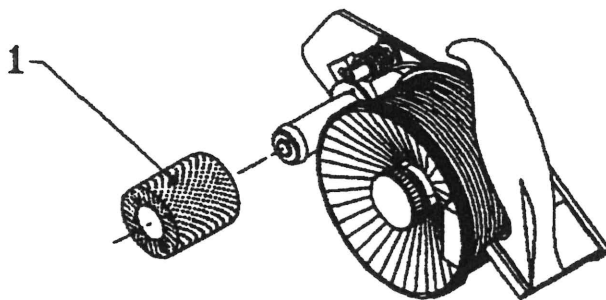

Bild 36: kortho-Lon Tintensystem
7.5.2 Das kortho-Lon Tintensystem (siehe Bild 36)